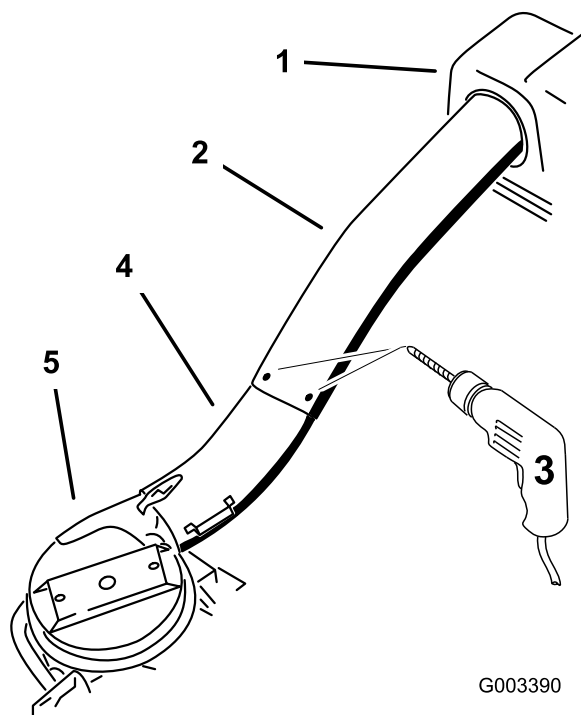

Figure 29
12. En vous servant des 3 trous ou indentations du tube supérieur comme guide, percez 3 trous (de 7/32" de diamètre) à l'endroit où les tubes supérieur et inférieur se rejoignent (Figure 29).